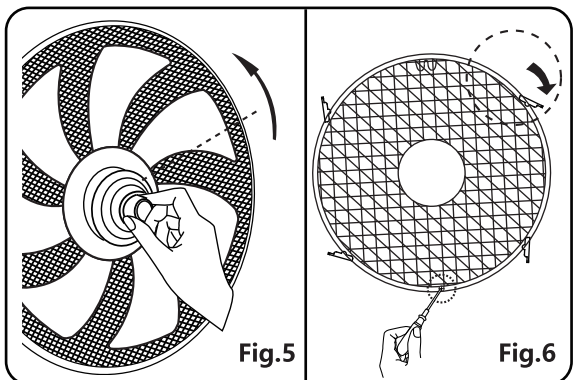

Fig.6
3. Allineare il gancio della protezione anteriore alla protezione posteriore. Fissare la protezione anteriore alla protezione posteriore utilizzando la clip di protezione. Quindi, serrare la protezione della ventola bloccando la vite e il dado (Fig.6)